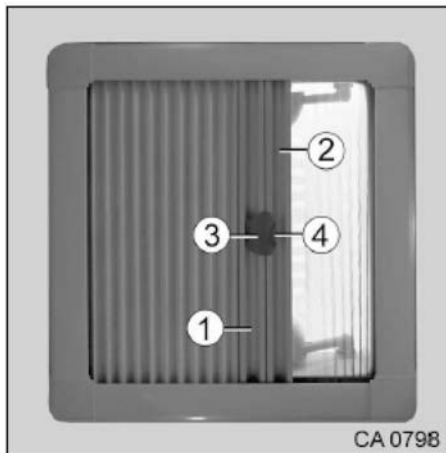

Fig. 65 Stores sur le lanterneau
1. Déplacer le store occultant (Fig. 65/1) ou le store moustiquaire (Fig. 65/2) en les tenant aux poignées.
2. Accoupler les deux stores avec la poignée (Fig. 65/3).
3. Pour les désaccoupler, appuyer sur le bouton (Fig. 65/4) et faire basculer la poignée (Fig. 65/3).
4. Détacher la moustiquaire (Fig. 65/2) du store occultant (Fig. 65/1).